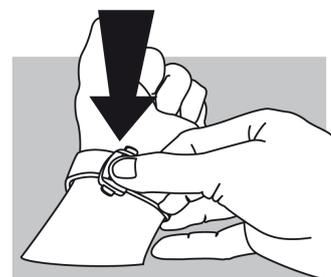

fig.2
**Fermeture (fig. 2) :** passez votre montre au poignet et refermez le fermoir en appuyant avec le pouce. Attention de bien appuyer jusqu'à ce que vous entendiez un déclic. (fig. 2).